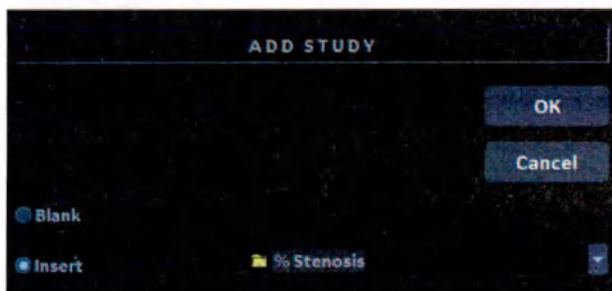

Рис. 7-33. Окно добавления папки
- При выборе опции 'Blank' (Пустой) система добавит папку с названием типа USERDEFS1. Она появится в меню выбора. См. раздел Figure 7-33.